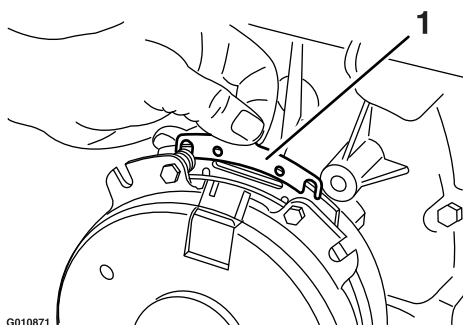

Figure 70
- B. A l'aide d'une pince à becs longs ou avec les doigts, saisissez la languette et déposez la cale (Figure 70).